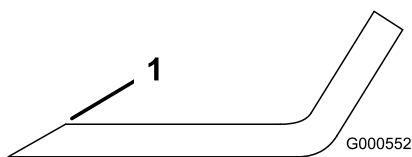

Figura 48
- Affilate i taglienti da entrambe le estremità della lama con una lima (Figura 48).
**Nota:** Se la lama non è bilanciata, limate del metallo soltanto dalla costa (Figura 48).